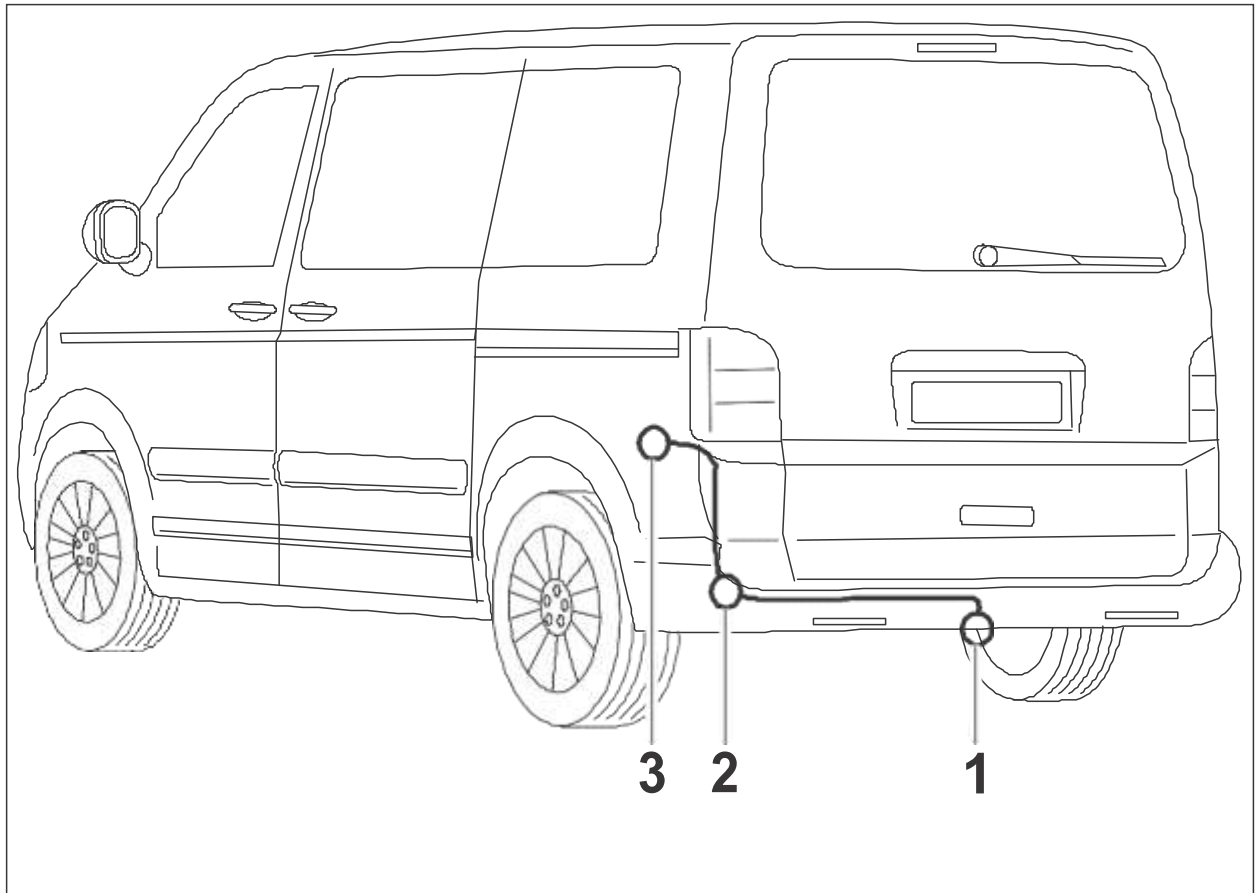

图 1：安装概览
3. 将导线束的插座尾端穿过车辆左后方的穿孔套管（图 1/2），向外铺设至插座固定板（图 1/1）。额外使用供货范围中的丁基带密封穿孔套管。
7. 使用插座中现有的螺丝将插座拧紧在固定板 (图 1/1) 上。
9. 将车辆的穿孔套管 (图 1/2) 安装在导线束上, 沿着导线束推移并从外面装入车辆的穿孔的。额外使用供货范围中的密封板 (丁基带) 密封穿孔套管。
10. 将 8 针和 12 针插头插入并卡入左后方接合处 (图 1/3) 相应的承接插头上。必要时, 拔出车辆中现有的 8 针桥接插头 (不再需要)。